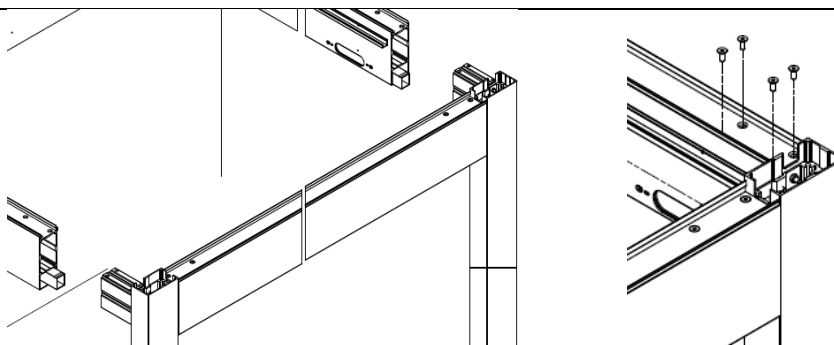

Abbildung 37
20. Der Rahmen muss in die freien Enden der abgestützten Querbalken eingeschoben werden. Die unteren Abflüsse in den Querbalken passen in das quadratische Fenster im Pfosten (auf der breiteren Seite) unterhalb des Knochens. Knochen vom Pfosten zur oberen Kammer des Balkens (Abb. 37).
21. Beide Ecken von oben mit 4 M8x20-Konusschrauben mit Innensechskant verschrauben (Abb. 37-rechts).